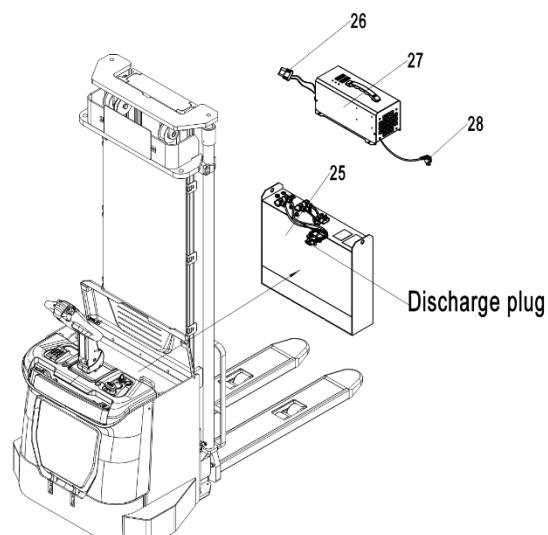

Рис. 17. Литиевая АКБ
- Подсоедините штекер аккумулятора (рис. 17, поз. 25) и штекер зарядного устройства (рис. 17, поз. 26).
- Затем подключите основной штекер (рис. 17, поз. 28) зарядного устройства к источнику питания.